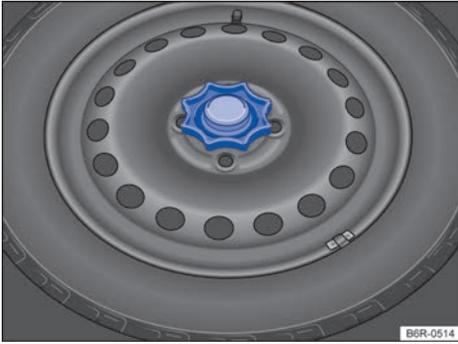

Fig. 145 En el maletero: manivela para fijación de la rueda de emergencia.
- Girar totalmente la manivela ubicada en el medio de la rueda de emergencia → fig. 145 en sentido antihorario y desmontar la rueda de emergencia.